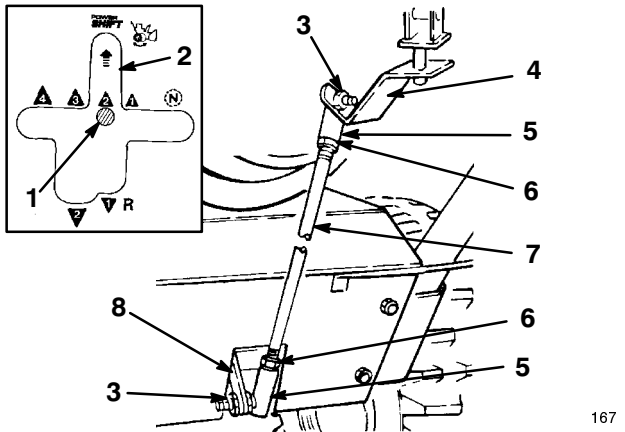

Figure 6
1. Introduisez le goujon de la rotule supérieure à l'avant du support de changement de vitesse et fixez-le en position avec un contre-écrou (Fig. 6).
2. Introduisez le goujon de la rotule inférieure du côté droit du levier de transmission et fixez-le en position avec un contre-écrou (Fig. 6).
Remarque : Si ce n'est pas le cas (voir Fig. 6), ajustez la longueur de la tige de changement de vitesse comme suit :
4. Désaccouplez la rotule du levier de transmission et desserrez l'écrou de blocage (Fig. 6).
5. Tournez la rotule en haut ou en bas jusqu'à ce que le levier de changement de vitesse se trouve en face de la fente de Power Shift (Fig. 6).
6. Accouplez la rotule au levier de transmission et serrez l'écrou de blocage (Fig. 6).